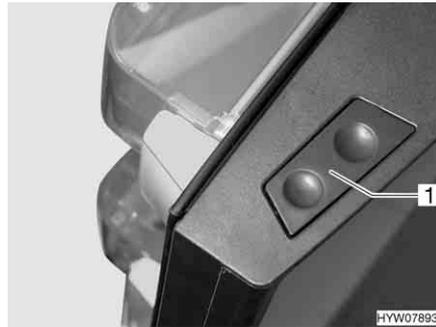

Fig. 174 Tasto di sblocco (porta del frigorifero, serie Dometic 8)
*Apertura:* ■ Premere il tasto di sblocco (Fig. 174,1) e aprire la porta del frigorifero.